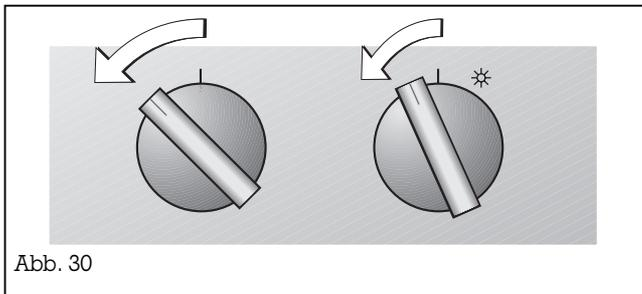

Abb. 30
- Drehen Sie beide Bedienelemente, von der Ausgangsstellung ausgehend, eine Rastung nach links (Abb. 30).